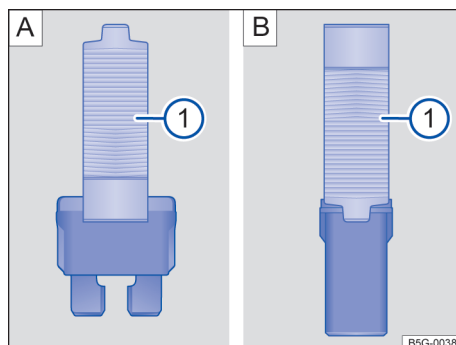

Fig. 177 Retirar o colocar el fusible con la pinza de plástico: **A)** fusible plano, **B)** fusible de bloqueo.
- De ser necesario, retirar la pinza de plástico → fig. 177 ① de la cubierta de la caja de fusibles.
- De acuerdo con la versión del fusible, colocar las garras adecuadas del alicate plástico → fig. 177 [A] ① o → fig. 177 [B] ① de forma lateral en el fusible.
- Si el fusible está quemado, sustituir el fusible por uno nuevo de la *misma* intensidad de corriente (mismo color e inscripción) y del *mismo* tamaño → ④.